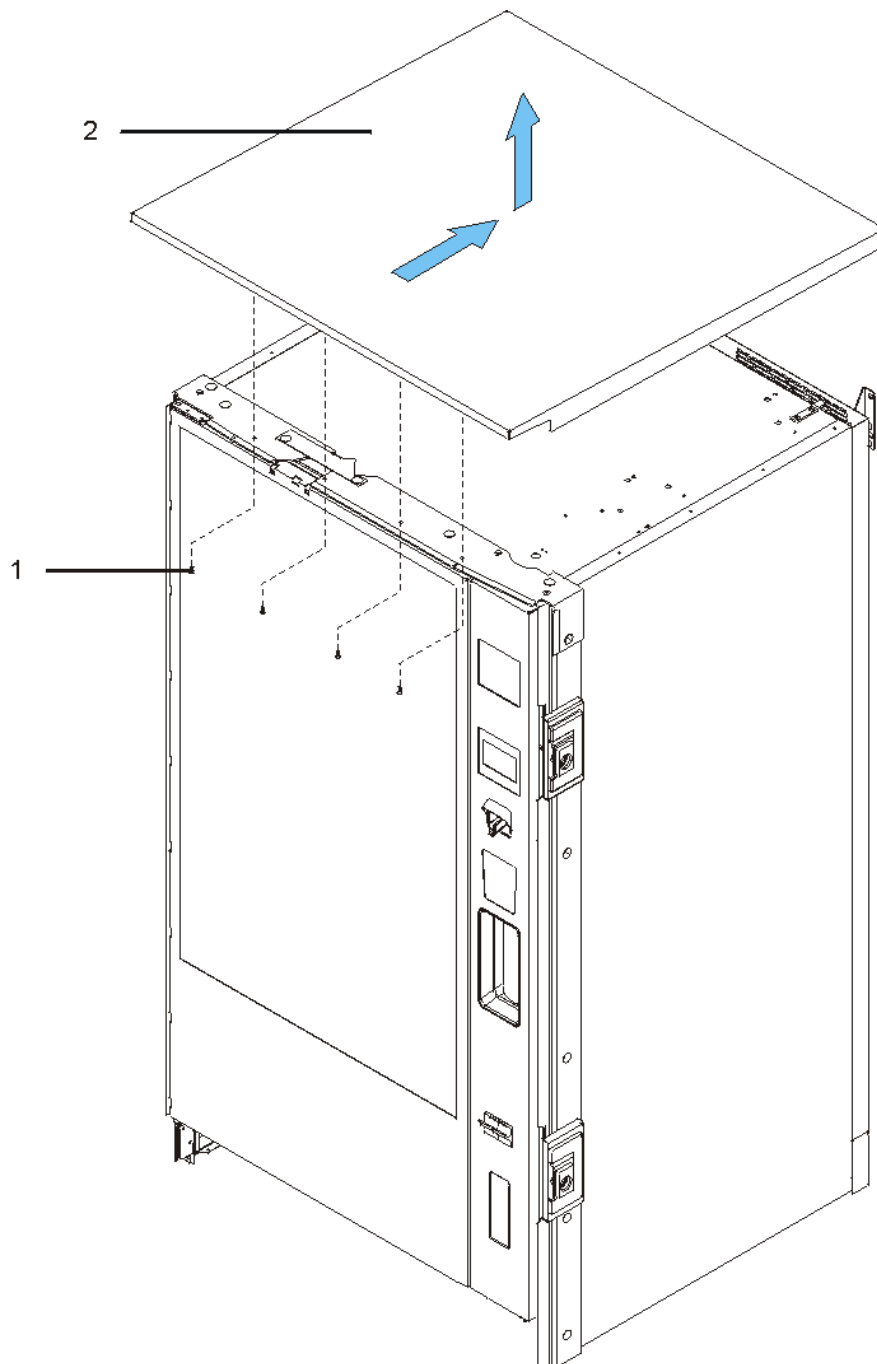

Abbildung 8
Hierzu die 4 Sechskantschrauben (Abbildung 8, Pos. 1) lösen, das Dach (2) nach hinten schieben und aushängen